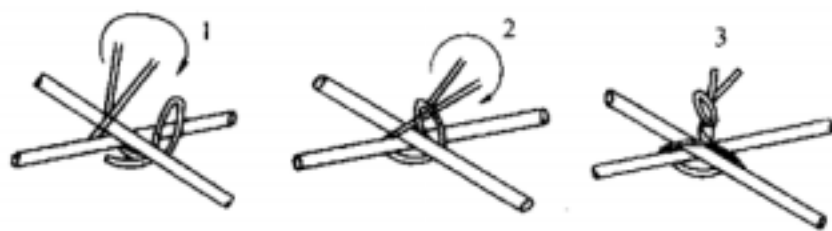

图 4-24
3.4.5 绑扎板筋时一般用顺扣（图 4-24）或八字扣，除外围两根筋的相交点应全部绑扎外，